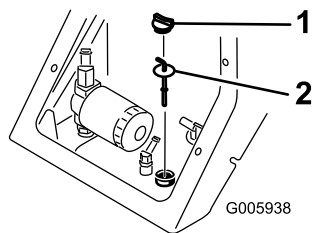

図 39
4. 油圧オイルタンクの注油口の周囲をきれいに拭く 図 39。
5. 油圧タンクの補給管のキャップを外し、ディップスティックで油量を点検する 図 39。